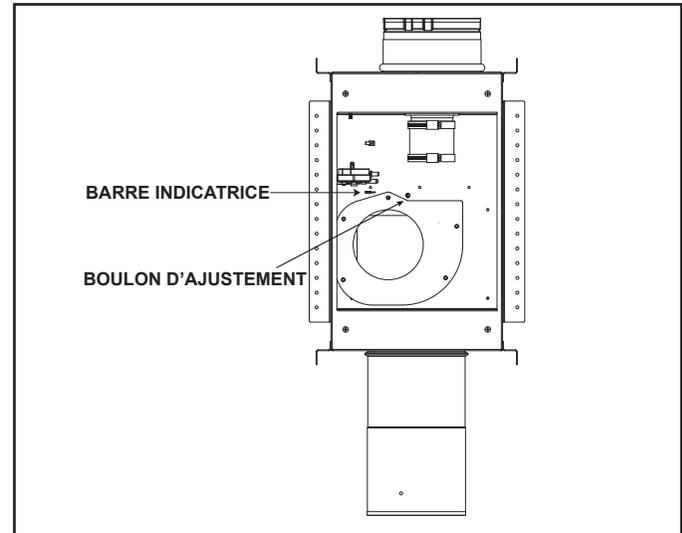

Figure 4.16 Emplacement de l'ajustement du déflecteur - PVI-SLP-B
**PVI-SLP-B :** L'ajustement du déflecteur est mesuré avec les trous de la barre indicatrice du déflecteur du PVI-SLP-B. Cette barre s'élève à mesure que le déflecteur est ouvert et s'abaisse lorsque le déflecteur est fermé. Ajustez le déflecteur en tournant la vis située dans le compartiment du moteur. Voir les figures 4.16 et 4.17.